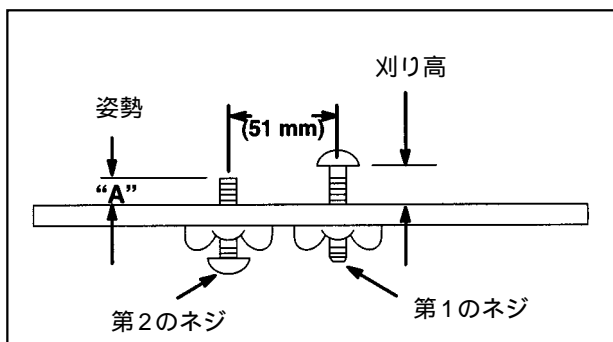

図 7
いつも一定の調整ができるように、2本ネジのゲージバー（P/N 98-1852）の使用をお勧めします（図7）。このゲージでは、第1ネジで刈り高を設定し、第2のネジでカッティングユニットの姿勢を設定することができます。この方法を使うと、全部のカッティングユニットでまったく同じ調整を簡単に行うことができます。
1. 2本ネジのゲージバー（P/N 98-1852）の第1のネジを所望の刈り高にセットする（図7）。バーの表面からネジ頭の下面までの距離が刈り高となる。
2. 表1を使用して、姿勢（A）を調整する。ゲージバーの第2のネジの先端からバーの表面までの距離が（A）となる（図7）